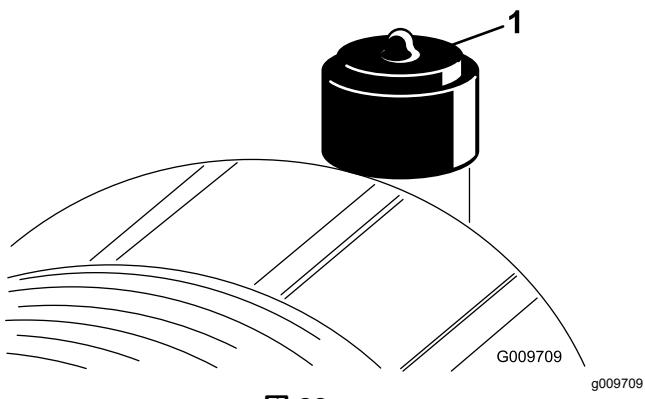

図 82
エアクリーナの整備はインジケータ図 82 が赤色になつてから行ってください。早めに整備を行っても意味はありません。むしろフィルタを外したときにエンジン内部に異物を入れてしまう危険が大きくなります。
2. インジケータ図 82 が赤になっている場合はリセットする。